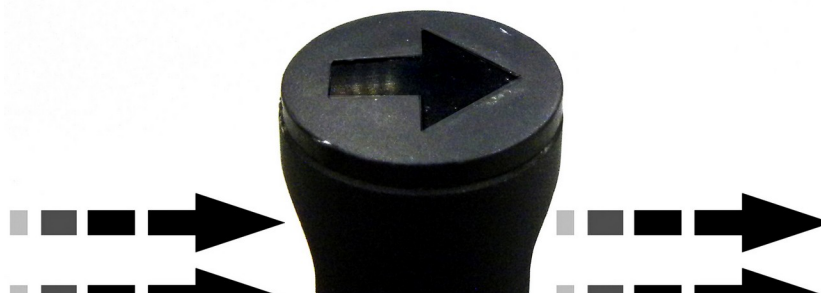

Рис. 3. Орієнтація віконця датчика назустріч потоку повітря
- Зніміть захисний ковпачок датчика, переконайтеся, що віконце датчика повністю відкрите, і орієнтуйте його назустріч потоку повітря (рис. 3).